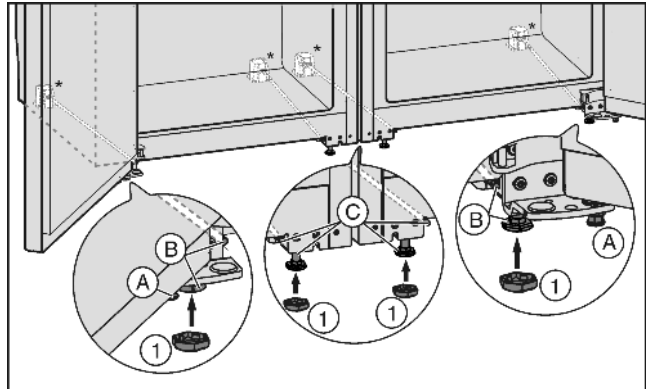

Fig. 20
- Abbassare di nuovo i piedini di regolazione centrali Fig. 20 (C) (A), finché non toccano il pavimento.
- Successivamente fissare la porta: abbassare i piedini di regolazione Fig. 20 (A) nel blocco di supporto, finché poggia sul pavimento, quindi girare ancora di 90°.